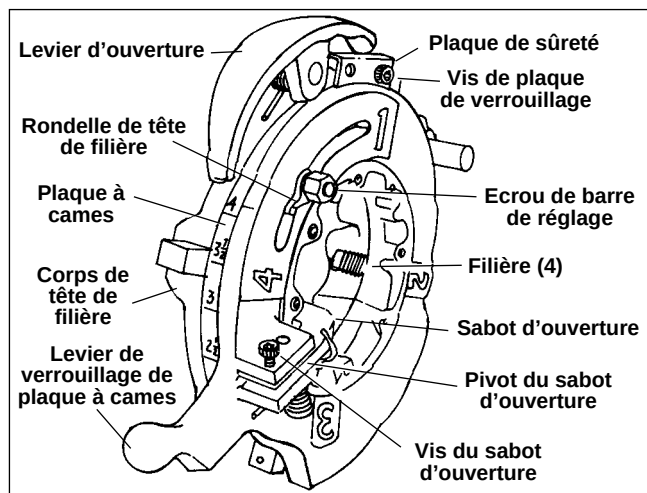

Figure 13 – Composants de la tête de filière 714/914
10. Le mécanisme de retrait ouvre les filières automatiquement dès la fin de coupe. (Voir la Figure 13.)
(Figure 13)